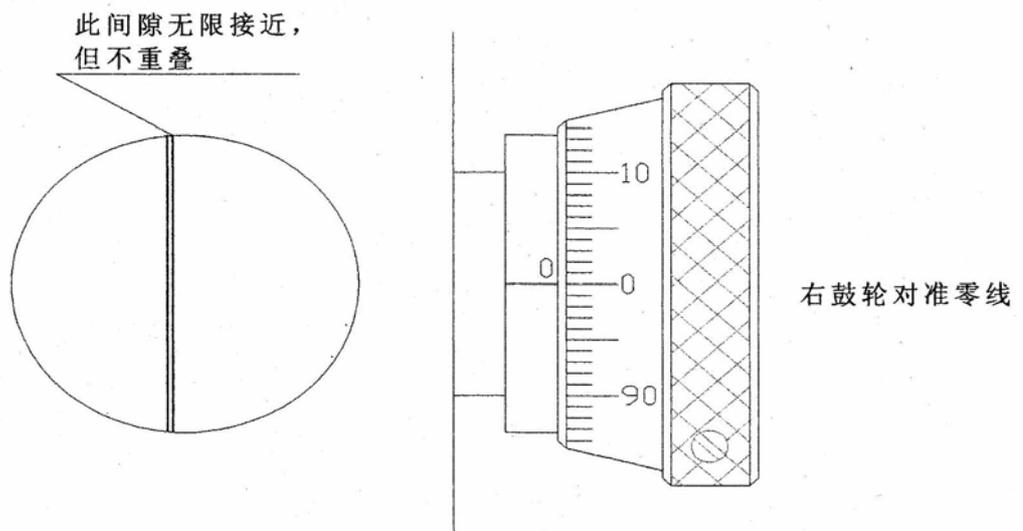

图6
3) 测微目镜的零位在出厂时已调好，如长期使用可能会有微量误差，因此应定期校准零位，如出现误差时应进行调整，调整方法：先对准目镜内的两刻线零位（两刻线无限接近，处于有无光隙的临界状态），稍微松开右鼓轮上的三个止紧螺钉，将右鼓轮的零位也对好，则目镜内的零位与右鼓轮的零位同时对好（图6）